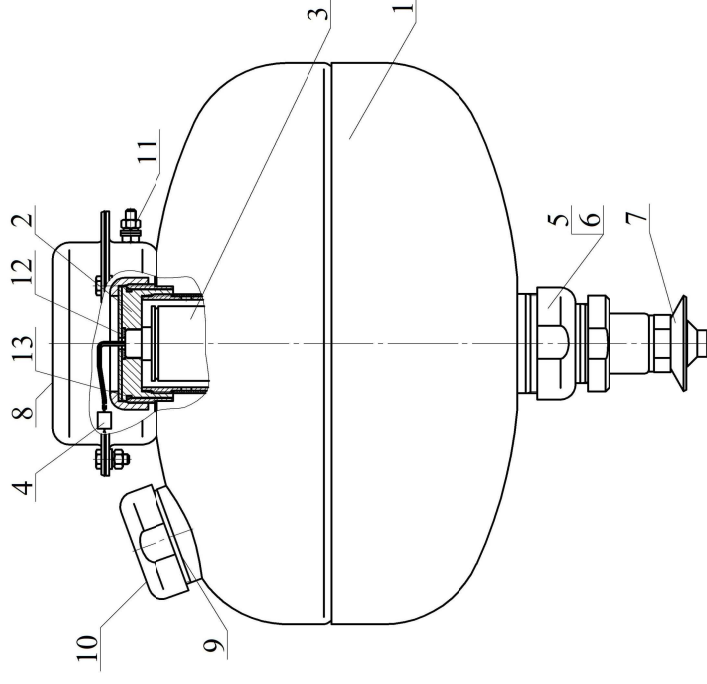

Рисунок 1
- 4.1.1 МУПТВ (см. рисунок 1) состоит из корпуса **1**, заправленного ОТВ, в котором размещено газогенерирующее устройство **2**. В герметичный корпус газогенерирующего устройства установлен ИХГ **3** с элементом электропусковым **4**. Нижняя горловина корпуса перекрыта срезной мембраной **5**, которая поджата гайкой **6**. С гайкой **6** через фильтрующий
7.4 Комплект поставки для перезарядки МУПТВ (см. рисунок 1):
- 6.3 Закрепить кронштейн **8** (см. рисунок 1) на потолке. Координаты отверстий в кронштейне приведены на рисунке 3.
- 6.5 Залить в отверстие верхней горловины **10** (см. рисунок 1) ОТВ объемом  $13,5^{+0,2}$  дм3. Установить в отверстие горловины предохранительный клапан **11**. Сверху закрутить гайку до упора.
- 6.6.1 Залить отверстие горловины **10** (см. рисунок 1) корпуса МУПТВ  $13,2^{+0,2}$  дм3 воды питьевой ГОСТ Р 51232-98, открыть емкость ингибитором коррозии и добавить его в заполненный водой корпус.
- 6.8 Накрутить до упора ороситель **7** (см. рисунок 1).